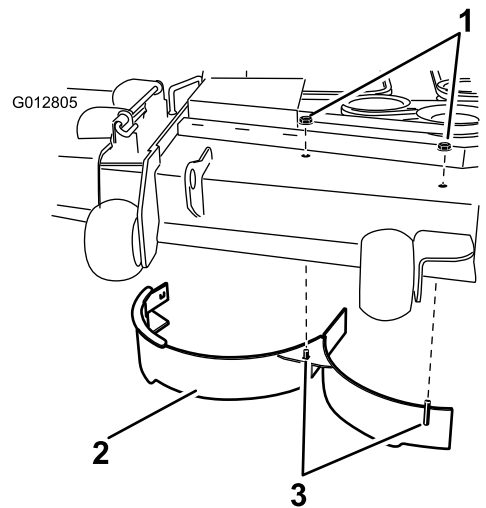

Figura 30
10. Rimuovete i 2 dadi di bloccaggio (5/16") fissati sui perni saldati del deflettore destro in posizione centrale e destra, sulla parte superiore del piatto di taglio (Figura 30).